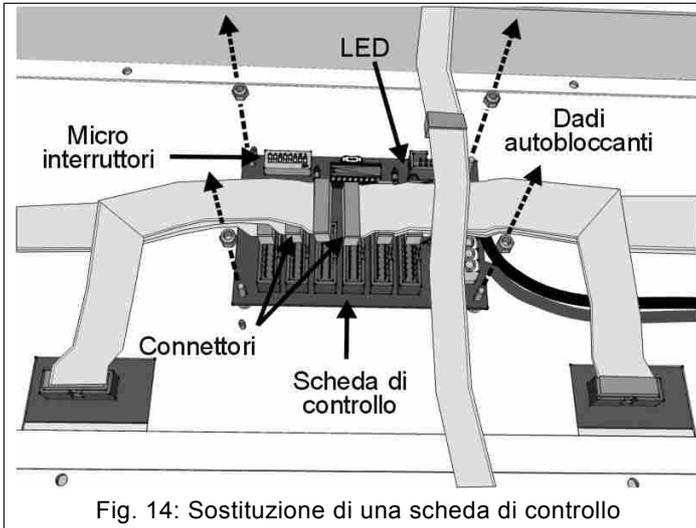

Fig. 14: Sostituzione di una scheda di controllo
2. Cambiare il cavo di collegamento tra la scheda LED e quella di controllo (Fig. 14).
- b) individuare la scheda di controllo collegata al gruppo di schede LED non funzionanti attraverso i cavi piatti a 16 vie (Fig. 14). Se fornendo alimentazione al tabellone, il LED presente su tale scheda di controllo (Fig. 14) appare lampeggiante, allora sostituire la scheda di controllo (capitolo 7.2); altrimenti, se il LED risulta spento, sostituire il cavo di collegamento tra la scheda dei connettori e le schede di controllo.
6. Individuare la scheda (o le schede) di controllo, alloggiata sul lato interno del supporto (Fig. 14), alla quale sono collegate le schede LED non funzionanti; estrarre da essa tutti i connettori prendendo nota della loro posizione.
7. Mediante una chiave da 5,5 mm svitare i 4 dadi di blocco della scheda di controllo (Fig. 14) e quindi toglierla dalla sede.